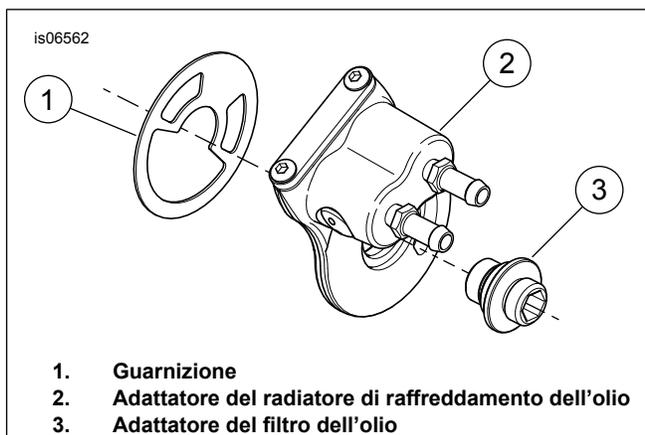

Figura 3. Installazione del gruppo dell'adattatore del radiatore di raffreddamento dell'olio
3. Vedere Figura 3. Installare l'adattatore del radiatore di raffreddamento dell'olio (2) con la guarnizione (1) e l'adattatore del filtro dell'olio (3). Serrare l'adattatore del filtro dell'olio a 16,3–21,7 N·m (12–16 ft-lbs).